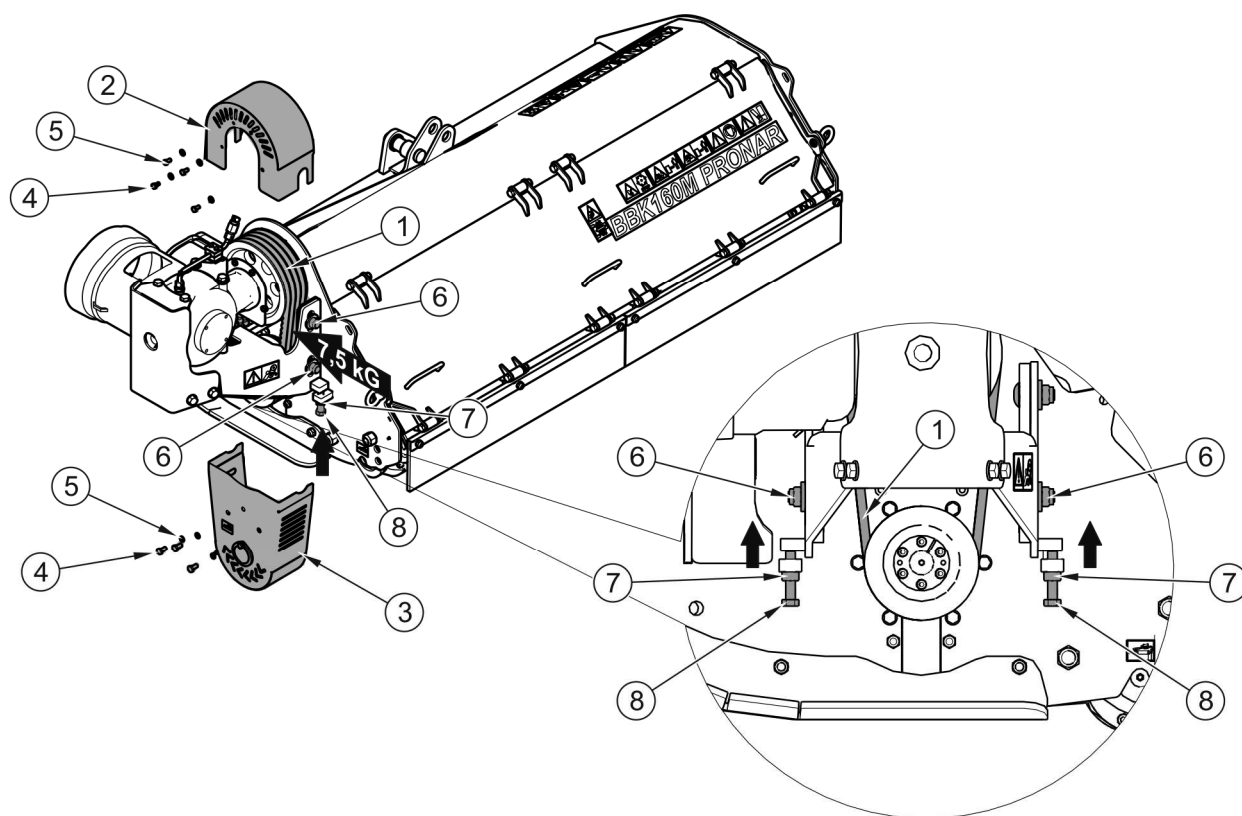

РИСУНОК 5.4 Контроль и регулирование натяжения клиновых ремней
Контроль клиновых ремней (1) (РИСУНОК 5.4) сводится к проверке их натяжения. Прогиб клиновых ремней, измеренный между ременными шкивами передачи под воздействием силы 7,5 кГ, не должен превышать 8 мм (BVK120M, BVK140M, BVK160M) и 9 мм (BVK180M, BVK200M).